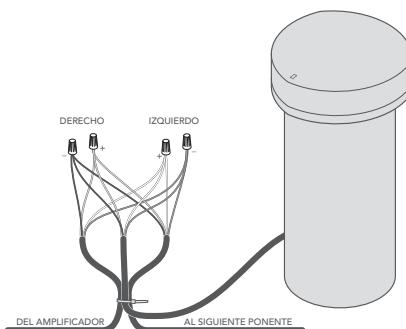

Figura 8
- Al igual que con la instalación del altavoz satélite, cree un bucle de aproximadamente 10 pulgadas de longitud, tirando del cable desde el lado de la bobina. Deje entre 14 y 16 pulgadas de cable sobrante para que el cable no se retuerza ni se tense al cubrirlo con tierra en la zanja. Utilice una brida de alambre para sujetar el lazo del cable en su lugar y proporcionar alivio de tensión (ver figura 8).